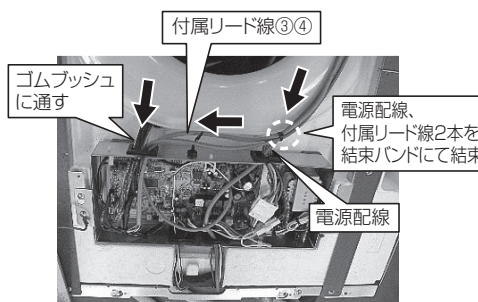

図3-9
- 3) (図3-9)のように所定の経路を通します。
- 4) 付属の結束バンドにて電源配線及び付属リード線(2本)を結束してください。(図3-9)